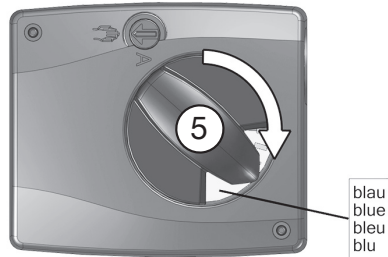

Abb. 13
5. Drehgriff (6) wieder auf Hohlwelle (8) aufsetzen und um 90° in den blauen Bereich drehen (Abb. 13).